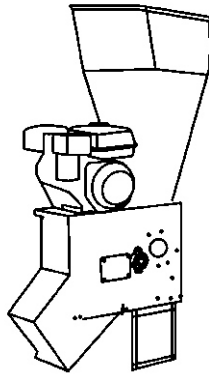

Bild 1
1. Nehmen Sie die Maschine aus der Kiste und stellen Sie die Maschine auf ein Holzbrett. Siehe Bild 1.